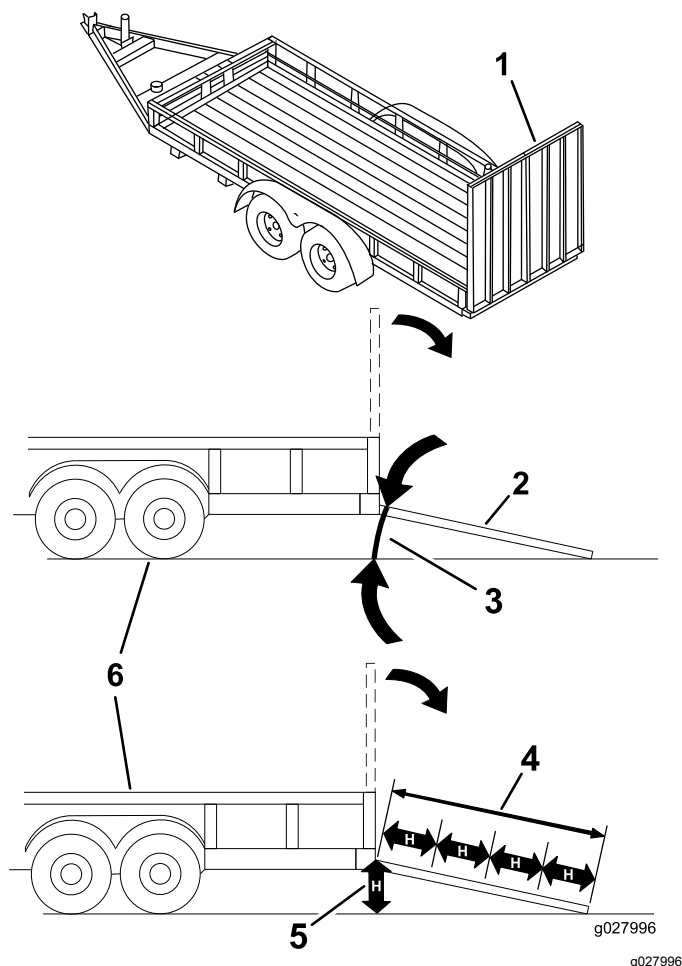

Figure 35
**Le chargement de la machine sur une remorque ou un camion augmente le risque de basculement, et donc de blessures graves ou mortelles (Figure 35).**
3. Abaissez la rampe pour que l'angle avec le sol ne dépasse pas 15 degrés (Figure 35).
1. Abaissez la rampe pour que l'angle avec le sol ne dépasse pas 15 degrés (Figure 35).